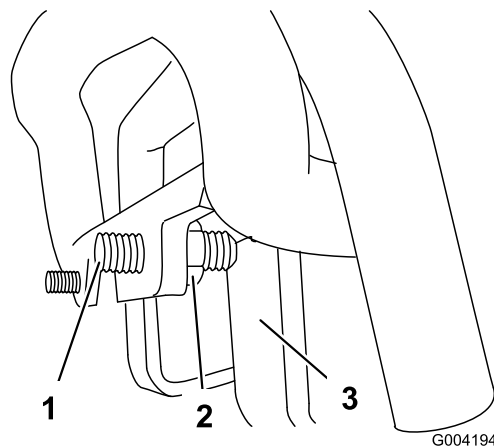

Figura 55
3. Si la máquina se desvía a la **izquierda**, afloje la contratuerca de la **derecha** y ajuste el tornillo de fijación de desplazamiento en la parte delantera del control de tracción (Figura 55).
4. Si la máquina se desvía a la **derecha**, afloje la contratuerca de la **izquierda** y ajuste el tornillo de fijación de desplazamiento en la parte delantera del control de tracción (Figura 55).